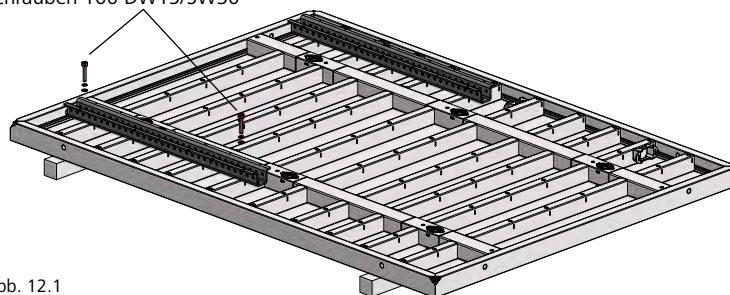

Abb. 12.1
5. Mit den 2 x 2 integrierten Schrauben 100 DW15/SW30 die zwei Anlenkungen am Element mit Schlüsselweite 30 (SW30) fest anschrauben (Abb. 12.1 und 12.2, sowie Seite MIS-11).